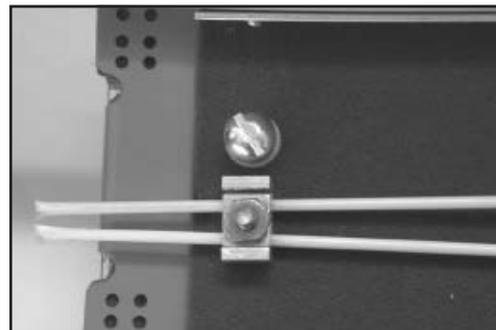

**Figura 50**
**14.1** Sujete el soporte de la bandeja en los cabezales laterales con los tornillos que acompañan a la Caja, de modo que el soporte para fijado del elemento de tracción quede del lado opuesto a la entrada de los cables (Figura 50).